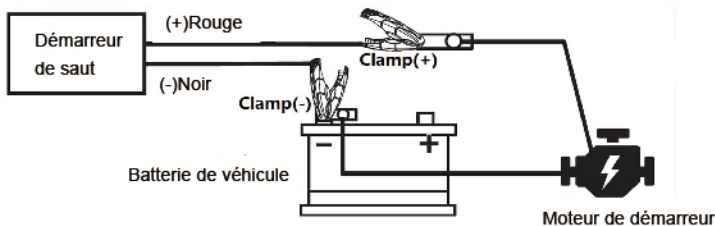

Figure 1: Déconnecter le pôle positif
A. Préparation: Déconnectez votre pôle négatif de batterie de voiture avec le câble de démarrage négatif. Pour certaines voitures, s'il est difficile de débrancher le pôle négatif de la batterie avec un câble de démarrage négatif, le pôle positif de la batterie peut être débranché avec un câble de démarrage positif (voir la figure 1). Assurez-vous que le câble de démarrage positif ne touche aucun métal conducteur de la voiture.